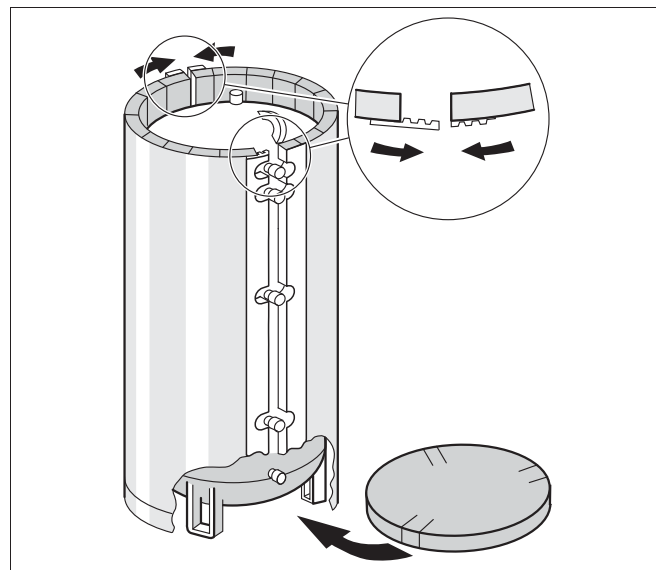

Рис. 12 Монтаж теплоизоляции (схематичное изображение)
- ▶ Уложите теплоизоляционные маты на корпус бака так, чтобы отверстия в теплоизоляции совпали со штуцерами бака (рис. 12).
- ▶ Сначала соедините теплоизоляцию на задней стороне бака (сторона подключений) согласно выноске на рис. 12.